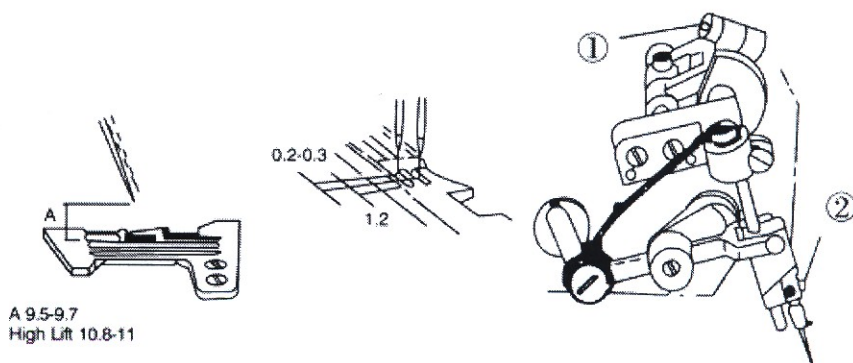

Figura 16
- Solte o parafuso '1', conforme a Figura 16.